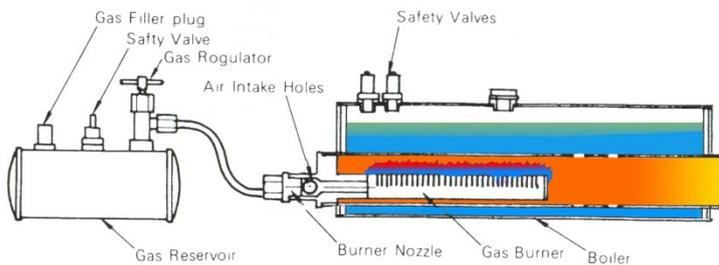

Fig.45 : A Typical Butane Gas Firing System
この中でガスでは、左 Fig45の様な、センターフルーと言う安い構造のものが一般的で、そうでないモノ。特にセラミックバーナーを使用するモノが有ります。この違いは、センターフルーが加減弁(スロットルとかレギュレーターともいいます)だけなのに対して、(2) (3)同様の通風弁(ブローバルブ)などが付く事が大きな差になります。